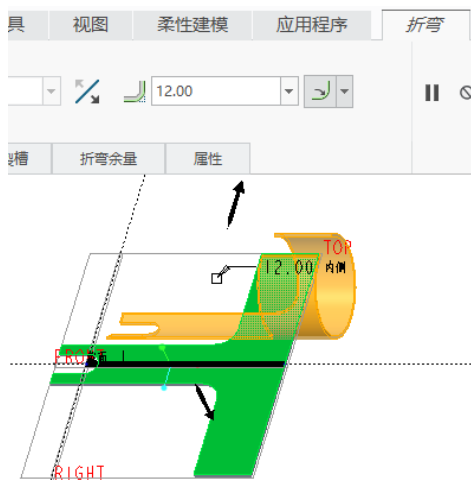

图 5-155 设置折弯半径和半径所在的侧
(5) 在“折弯”选项卡的  (折弯半径) 值框中输入折弯半径值为“12”，设置半径所在的侧为内侧半径 ()，注意此时预览的滚动折弯效果如图 5-155 所示。